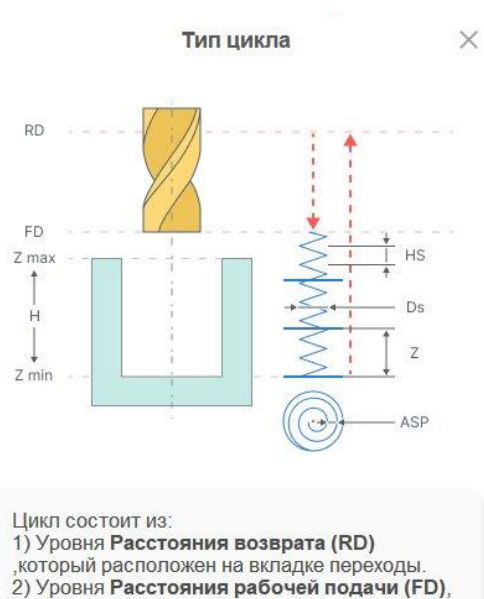

Рис. 4-11. Подсказка СПРУТКАМ для типов цикла.
С этим типом цикла будут доступны следующие параметры: Шаг спирали (2), Округлить до целого (3), диаметр спирали (4), Шаг спирали Архимеда (5), Глубина резания (6). Для всех параметров доступны пояснения при нажатии на знак вопроса перед именем цикла. На рис. 4-11 для примера показана подсказка для Типа цикла.